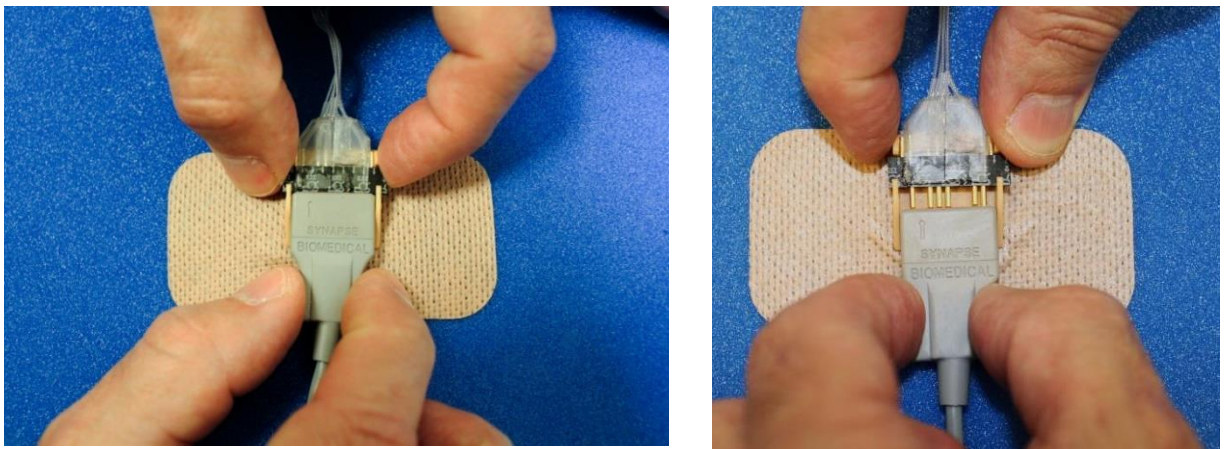

Figura 13. Desconectar el cable del paciente del conector de los electrodos.
- Desconecte el cable del paciente del conector de los electrodos. Para ello, sujete el conector de los electrodos entre dos dedos. Extraiga suavemente el cable del paciente del soporte del conector (Figura 13).